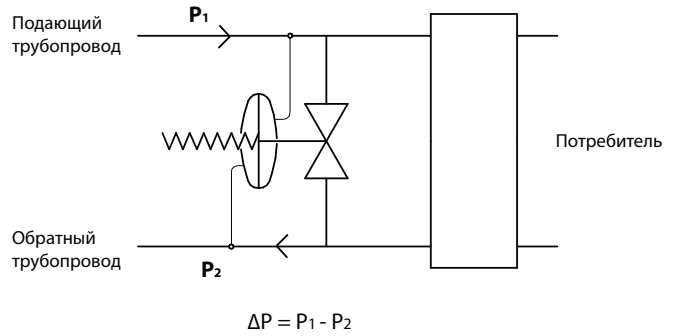

Рис. 3. Установка на байпase к потребителю
2. Регуляторы перепада давления, открывающиеся при повышении перепада давления. Пружина удерживает клапан в закрытом положении, а большее давление воздействует на чувствительный элемент, открывая клапан. Примером регуляторов этой группы является клапан КАТ35. Типичное применение данной группы регуляторов перепада давления — регулирование перепада давления на потребителе за счет дросселирования байпаса к потребителю (см. Рис. 3):